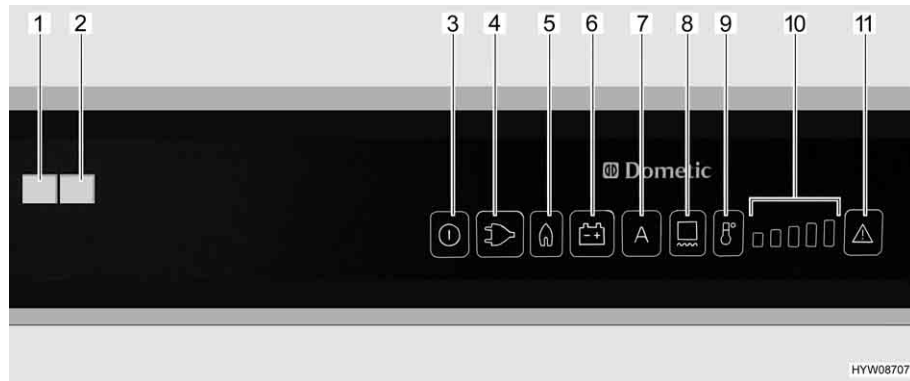

Fig. 198 Elementos de mando para el frigorífico (Dometic RMD)
Si está ajustado el modo de funcionamiento "AES", no está conectada **nin-guna** alimentación de 230 V y el motor del vehículo está **desconectado**, el AES seleccionará el suministro de gas. Al seleccionar el suministro de gas se abre automáticamente el seguro de encendido, de forma que puede fluir gas hacia el quemador. Simultáneamente se conecta el encendedor electrónico. Si se apaga la llama de gas, p. ej. debido a un golpe de viento, el encendedor se activa inmediatamente y enciende de nuevo el gas. En caso de avería en el funcionamiento a gas, los botones luminosos "Gas" (Fig. 198,5) y "Avería" (Fig. 198,11) estarán parpadeando. La luz de control "Avería" (Fig. 198,1) estará encendida, y sonará una alarma acústica durante 20 segundos.
Una vez conectado, el frigorífico selecciona automáticamente el ajuste medio del termostato. Este ajuste puede modificarse manualmente con la tecla de selección de grados de temperatura (Fig. 198,9). Las luces de control (Fig. 198,10) indican el ajuste seleccionado del termostato. Con la tecla de selección de grados de temperatura se ajusta la temperatura de refrigeración para los tres tipos de energía. Pasan algunas horas hasta que el frigorífico alcanza la temperatura de servicio normal. Al conmutar el modo de funcionamiento se mantiene el ajuste del termostato. La temperatura de refrigeración se mantiene independientemente del tipo de energía.
- Conectar la calefacción de marco por un período de 2 horas: Pulsar la tecla (Fig. 198,8) una vez. Estará encendida una barra de la visualización de niveles de temperatura (Fig. 198,10).
- Conectar la calefacción de marco por un período de 5 horas: Pulsar la tecla (Fig. 198,8) dos veces. Estarán encendidas dos barras de la visualización de niveles de temperatura (Fig. 198,10).
- Ajustar la calefacción de marco en funcionamiento continuo: Pulsar la tecla (Fig. 198,8) tres veces. Estarán encendidas tres barras de la visualización de niveles de temperatura (Fig. 198,10).
La visualización de niveles de temperatura (Fig. 198,10) visualizará el tiempo de funcionamiento de la calefacción de marco por algunos segundos.
En caso de alta temperatura exterior y un gran índice de humedad atmosférica, se pueden formar gotas de agua en el marco metálico del compartimento congelador. Por este motivo, el frigorífico está equipado con una calefacción de marco en el compartimento congelador. En caso de altas temperaturas y un índice alto de humedad atmosférica, conectar la calefacción de marco con la tecla (Fig. 198,8). De esta manera se evita la corrosión. Si está conectada la calefacción de marco, estará encendido el botón luminoso (Fig. 198,8).
- Pulsar la tecla On/Off (Fig. 198,3) por aprox. 2 segundos. El frigorífico se conectará, se visualizará el tipo de energía ajustado más recientemente o "AES".
- Ajustar la temperatura de refrigeración con la tecla de selección de grados de temperatura (Fig. 198,9). Las luces de control (Fig. 198,10) indican el ajuste seleccionado del termostato.
- Pulsar la tecla On/Off (Fig. 198,3) por aprox. 2 segundos. El frigorífico se desconectará, ya no estará encendido ningún visualizador.